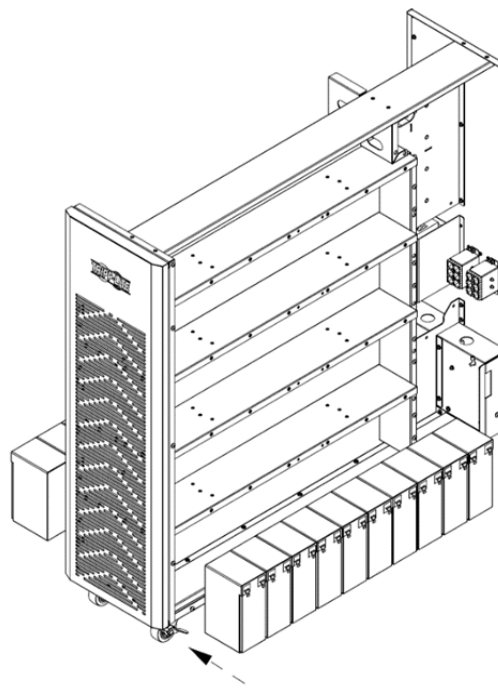

Figura 5-6B
6. Instale otros 10 módulos de baterías en la capa inferior (L1-B, serie negativa del grupo 1). Asegúrese de mantener los lados de las terminales de todas las baterías hacia arriba (Figura 5-6B).